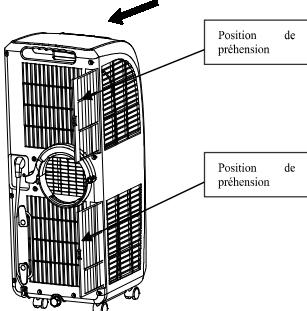

Figure 16
(2). Saisissez la grille du filtre de l'évaporateur et la grille du filtre du condenseur et retirez doucement la grille du filtre dans le sens indiqué par la flèche (comme illustré à la figure 16).